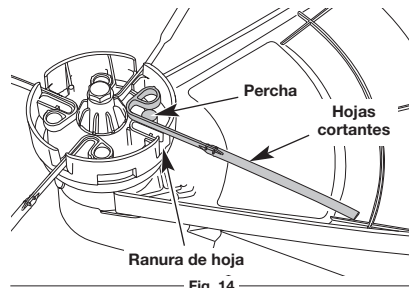

Fig. 14
2. Gire el cabezal de corte y sujete una sola cuchilla cerca del cabezal de corte y muévala hacia arriba y abajo hasta que la cuchilla se afloje. (Fig. 14)
4. Agarre la cuchilla nueva de manera que el lazo del extremo mire hacia el lado contrario y hacia la derecha. (Fig. 14)
5. Coloque el lazo en la clavija y ajústelo de manera que se acomode a la ranura de la cabeza de corte. (Fig. 14)
7. Repita los pasos 4 al 6 hasta que las 4 cuchillas estén colocadas. (Fig. 14)